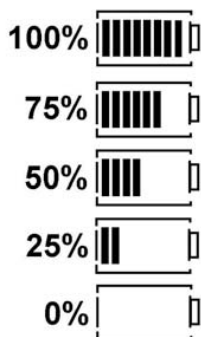

Fig. 6: Etat de charge des piles
L'état de charge actuel des piles est toujours affiché sur l'écran LCD (Fig. 5, pos. 5). Le nombre de barres indique l'état de charge des piles en pourcentage (Fig. 6).